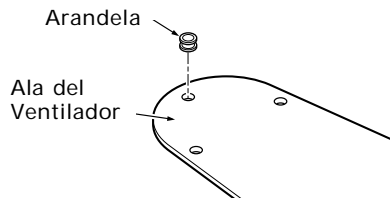

Figura 7a - Como meter una arandela en el ala del ventilador.
1. Puede ser que su ventilador incluya arandelas para las alas. Si las tiene, meterlas con la mano en los agujeros indicados en la Figura 7a.